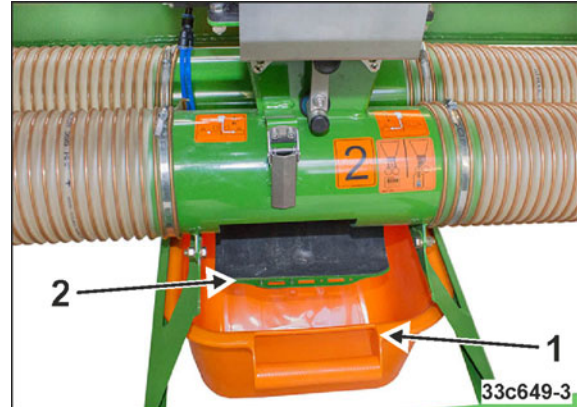

Bild 150
4. Skjut in ett vridprovskar (Bild 150/1) i fästet under alla doserare.
5. Lossa spännhaken och öppna luckorna på vänstra transportsträckan (Bild 150/2).